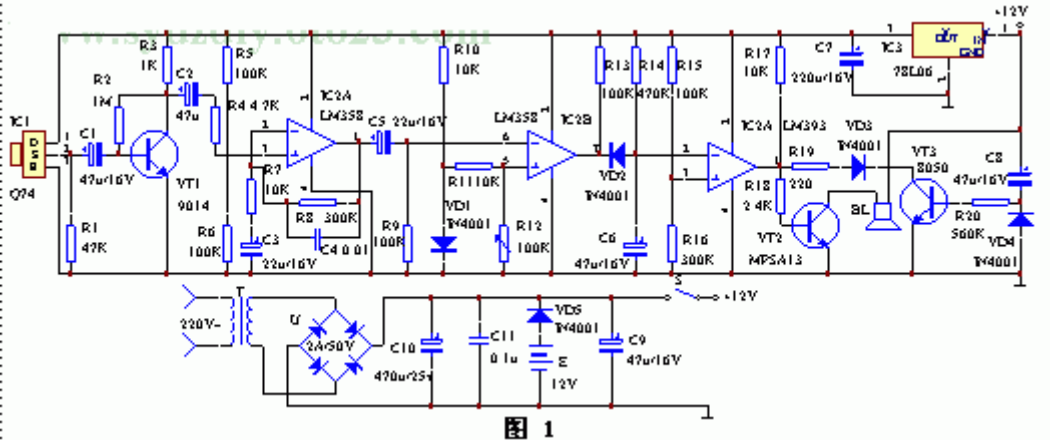

图 1
该装置电路原理见图 1。由红外线传感器、信号放大电路、电压比较器、延时电路和音响报警电路等组成。红外线探测传感器 IC1 探测到前方人体辐射出的红外线信号时，由 IC1 的②脚输出微弱的电信号，经三极管 VT1 等组成第一级放大电路放大，